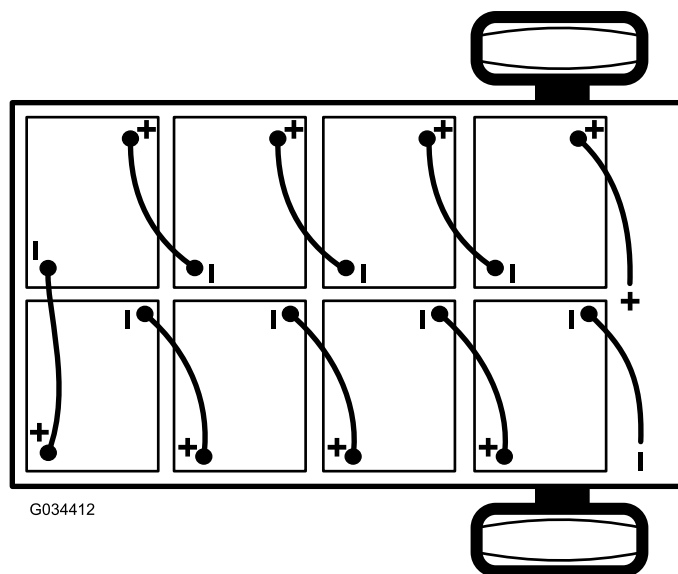

Figura 38
2. Desligue o fio negativo principal da bateria (preto) que liga o banco das baterias ao ponto de ligação à terra da máquina (Figura 38).
3. Desligue o fio positivo principal da bateria (vermelho) que liga o banco das baterias ao contactor principal da máquina (Figura 38).
- Nota:** Obs.: Preste atenção à polaridade das baterias quando trocar de baterias (Figura 38).
6. Faça a ligação das baterias como se mostra na Figura 38 com os cabos de interligação das baterias que removeu no passo 1.
2. Ligue o fio positivo principal da bateria (vermelho) entre o banco das baterias e a máquina (Figura 38).
- Ligue o fio negativo principal da bateria (preto) entre o banco das baterias e a máquina (Figura 38).